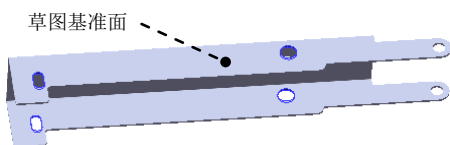

图 12.5.14 切除一拉伸 3
Step8. 创建图 12.5.14 所示的切除一拉伸 3。
(1) 选择命令。选择下拉菜单 **插入(I)** → **切除(C)** → **拉伸(E)...** 命令。
(2) 定义特征的横断面草图。
① 定义草图基准面。选取图 12.5.14 所示的表面作为草图基准面。